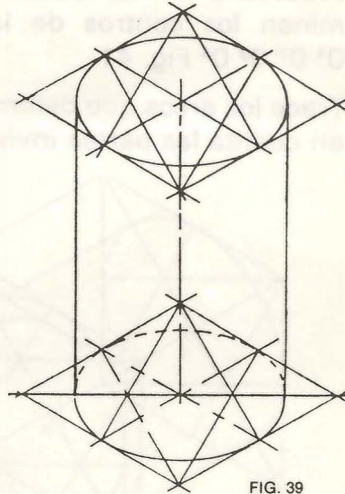

FIG. 39
5. Trace las tangentes a las circunferencias isométricas cerrando así el cilindro en posición vertical. (Fig. 39).